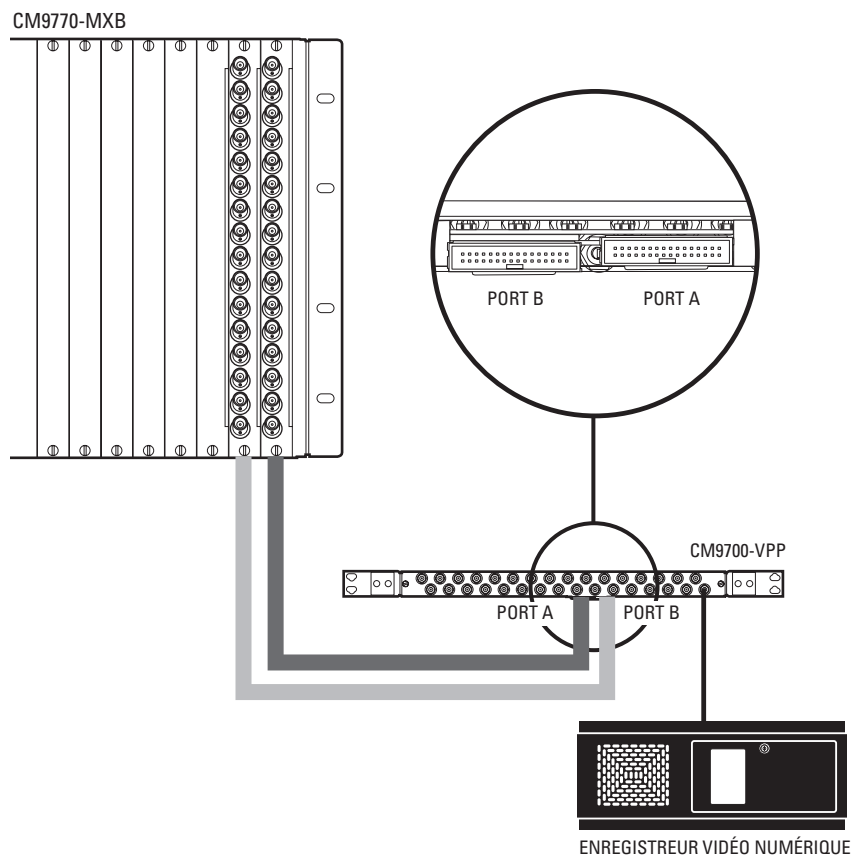

Figure 10. Bouclage vidéo en sortie du CM9770-MXB
- Si le système ne contient pas plus de 32 moniteurs (la vidéo n'est pas envoyée en aval), utilisez les panneaux CM9700-VPP pour boucler la vidéo en sortie. Connectez les câbles DFC (fournis avec le panneau VPP) aux connecteurs inférieurs des cartes RPC de baie de matrice, tel qu'indiqué à la Figure 10.